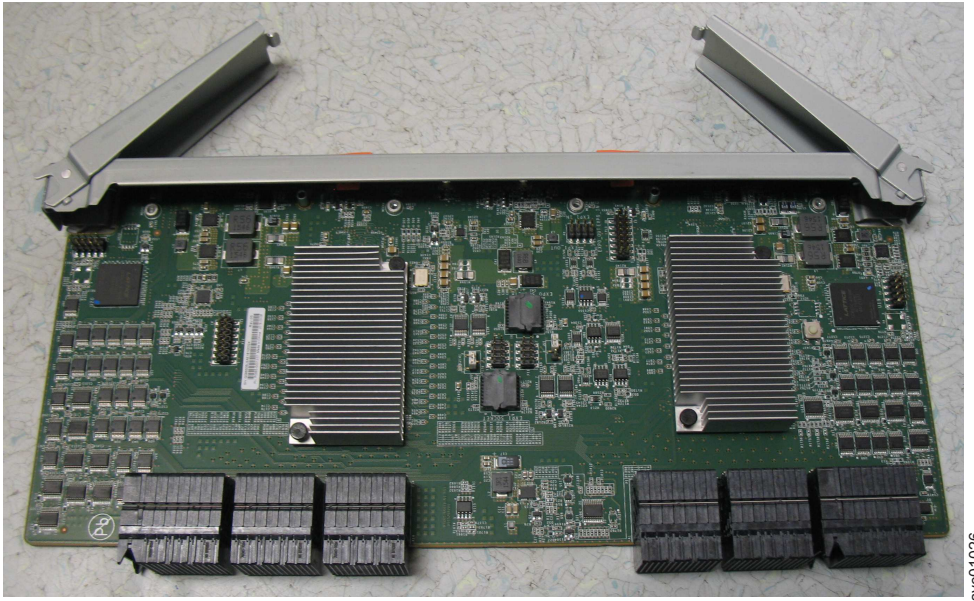

Abbildung 88. Griffe des sekundären Erweiterungsmoduls öffnen
3. Drehen Sie beide Griffe am sekundären Erweiterungsmodul in die geöffnete Position (siehe Abb. 88).